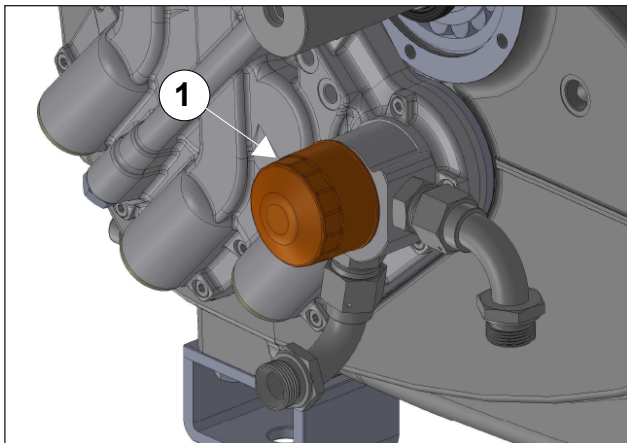

Abb. 132
Montieren Sie die Ölfilterkartusche und ziehen Sie sie von Hand fest (Pos. ①, Abb. 132).